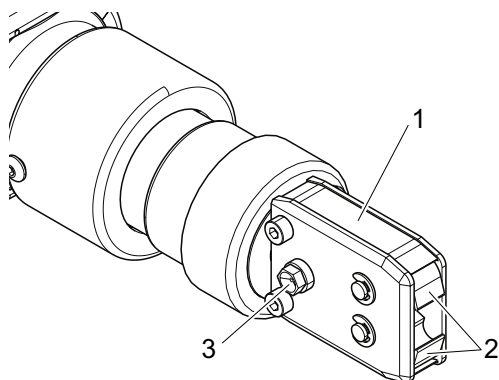

Fig. 24 : Lubrification de la tête de pince
2. Graissez la tête de pince (Fig. 24/1) via l'embout de graissage (Fig. 24/3) à l'aide d'un pistolet graisseur avec le lubrifiant spécial RENOLIT LX 2.
3. Recherchez des traces d'usure et de rupture sur les mâchoires de pince (Fig. 24/2) au niveau des points de serrage, les remplacer si nécessaire (voir le catalogue des outils pour la référence).